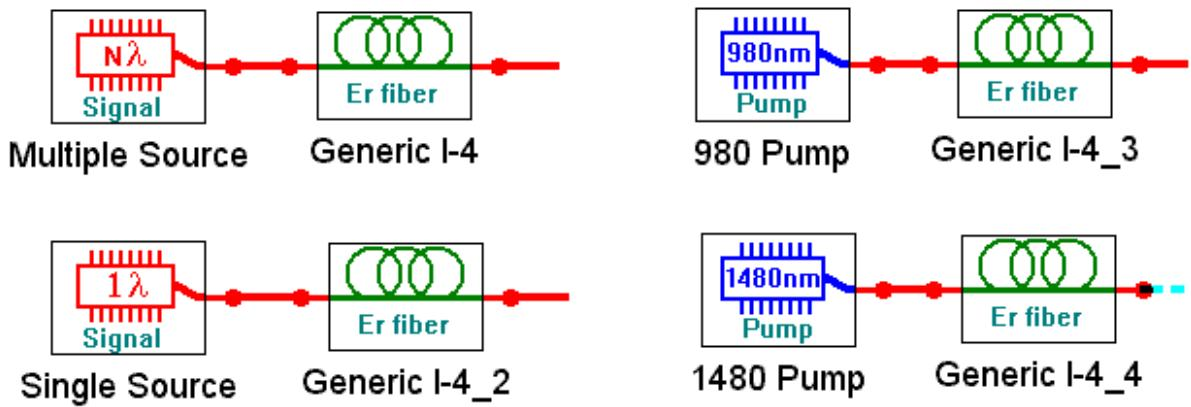

Рис. 1.1. Схемы подключения источников излучения к эрбииевому ОВ.
- 1.2. Соберите сразу 2 схемы (рис. 1.1) с источниками $N\lambda$ и 1λ для исследования затухания эрбииевого ОВ в диапазоне длин волн 1520-1560 нм. При сборке схем не забудьте к выходу исследуемого ОВ подключить отрезок ОВ.
- 1.6. Соберите сразу 2 схемы (рис. 1.1) с источниками излучения накачки **980 nm Rmp** и **1480 nm Rmp** и теми же ОВ.